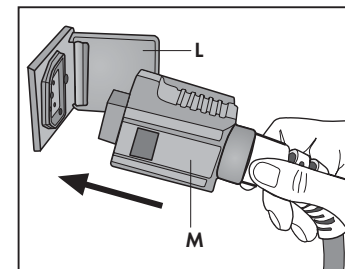

Fig. 21
- Regular o fluxo do vapor através do manípulo (D).
- Abrir totalmente a tampa da presa de acessórios (L) e introduzir o engate rápido (M) do ferro de passar na presa colocada na parte dianteira do aparelho, apertando a fundo (**Fig. 21**).